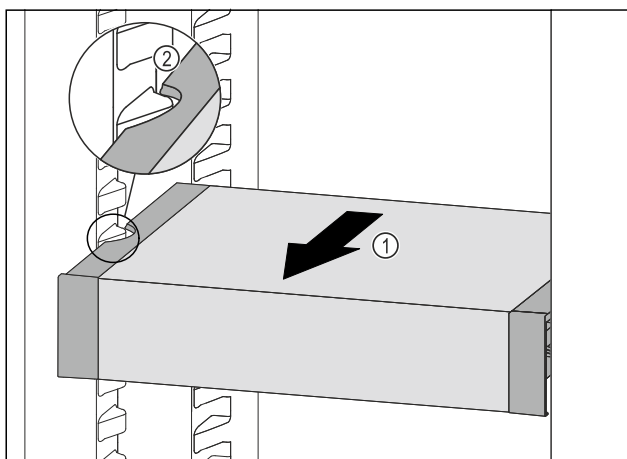

Fig. 84
- ▶ Ladicu VarioSafe vucite prema naprijed Fig. 84 (1) sve dok se bočni otvori ladice VarioSafe ne nađu na visini žlijeba spremnika u hladnjaku. Fig. 84 (2)